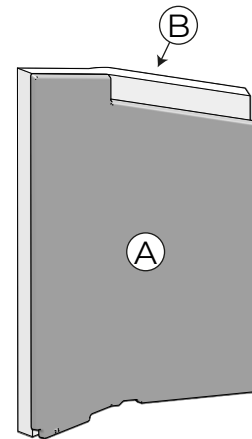

Fig. 7.8
| 3 | Inserire le nuove piastre laterali (A) sui pannelli isolanti laterali (B) (Fig. 7.8) |